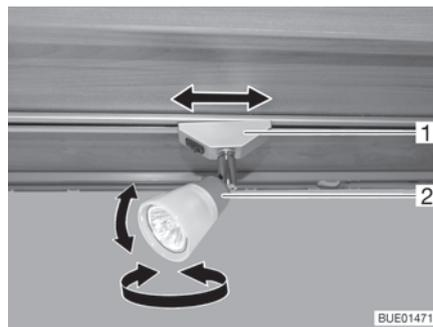

Fig. 25 Foco
*Girar el foco:* ■ Girar la carcasa (Fig. 25,2) del foco en la dirección deseada.
*Desplazar el foco:* ■ Girar el soporte (Fig. 25,1) aprox. 45°.
*Retirar el foco:* ■ Girar el soporte (Fig. 25,1) 90°.